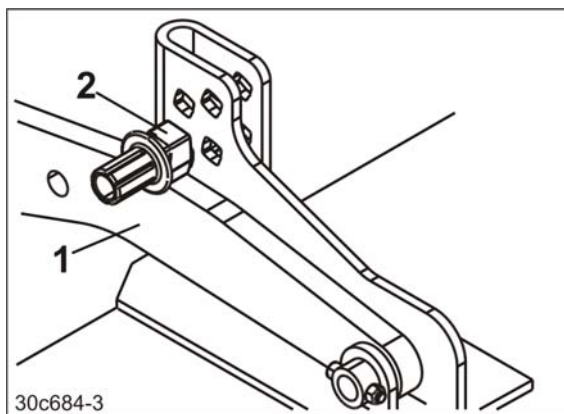

Fig. 116
- Bæreamene (Fig. 116/1) støtter sig på dybdereguleringsbolten (Fig. 116/2).
7. Kontrollér, om begge bæreame (Fig. 116/1) ligger mod dybdereguleringsbolten.